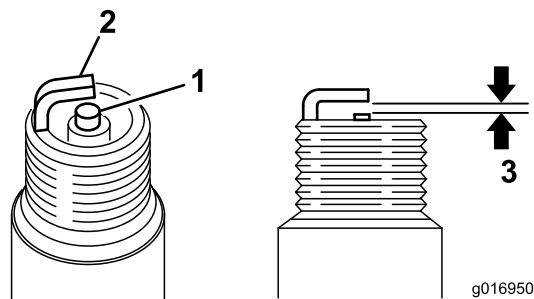

Figura 35
3. Ajuste el espacio entre electrodos a 0,6-0,7 mm (0,024-0,028 pulgada) (Figura 35).